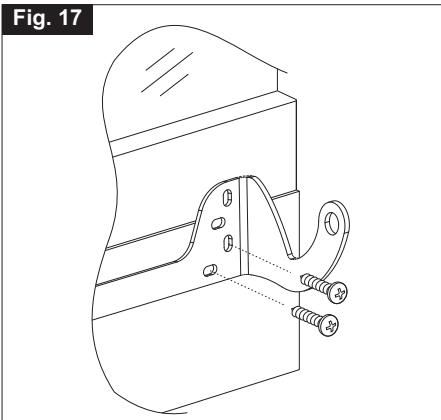

Fig. 18
- 7) **Abb. 18-** Das Kettenendstück zuerst beim linken Kupplungspunkt (**Bez. 2**) und dann beim rechten Kupplungspunkt (**Bez. 1**) einführen;